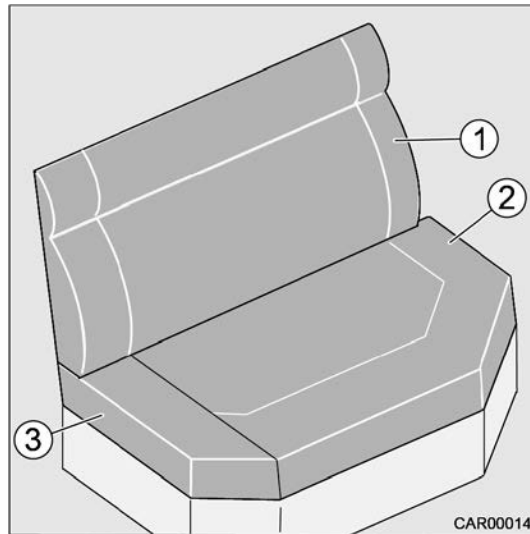

Fig. 24 Transformation de la banquette latérale
1. Enlever le coussin dossier (Fig. 24/1) et le coussin d'assise (Fig. 24/2).
2. Enlever le coussin amovible (Fig. 24/3) du coussin d'assise (Fig. 24/2) et le ranger.